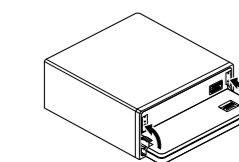

Fig. 12
**3. Mueva los sujetadores en las posiciones verticales. (Fig. 12)**